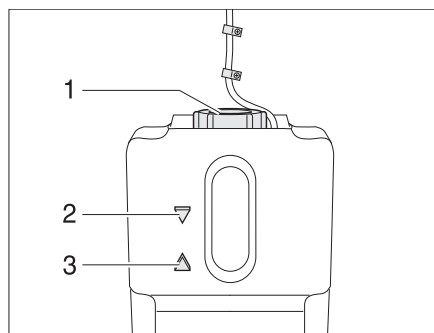

Fig. 159 Vase d'expansion pour le chauffage à eau chaude
- Contrôler si le liquide se trouve entre les marques "MIN" (Fig. 159,2) et "MAX" (Fig. 159,3) sur le vase d'expansion (Fig. 159).
- Ouvrir le bouchon du vase d'expansion (Fig. 159,1).